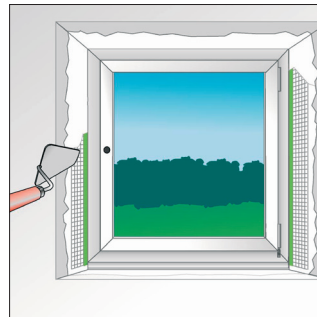

Bild 13: Einputzen und glattstreichen
- Beiputz ausführen (Bild 13).
- Beiputz ausführen lassen (Bild 13).